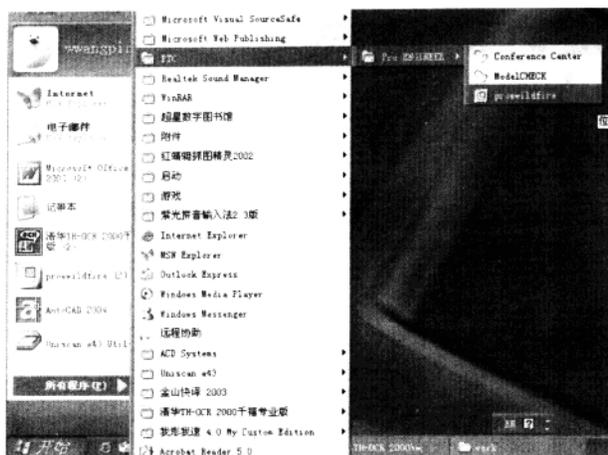

图 1-6 开始菜单
(1) 快捷图标方式启动。双击桌面上 Pro/ENGINEER 的图标，就可启动。
(2) 菜单方式启动。按照 Windows 系统的传统方式，菜单是目前为止使用比较多的，因为该方法就如同一道道路标一样，可以引导用户按部就班地找到自己需要的内容，Pro/ENGINEER 也不例外。具体的菜单启动方式如图 1-6 所示，依次选择“开始”→“程序”→PTC→Pro ENGINEER→proewildfire。